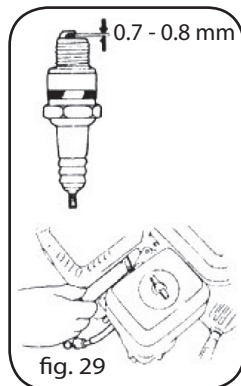

fig. 29
c) Mesurer l'écartement entre les électrodes de la bougie avec une cale d'épaisseur. L'écartement entre les électrodes de la bougie doit être d'environ 0,7~0,8 mm (Fig.29). Si nécessaire, régler cet écartement en pliant très délicatement l'électrode latérale.